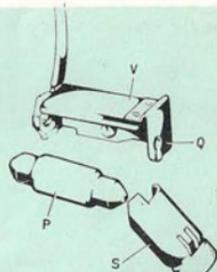

Fig. 27
- estrarre la lampadina « P » col suo schermo « S » dal portalampada « V » (fig. 27),